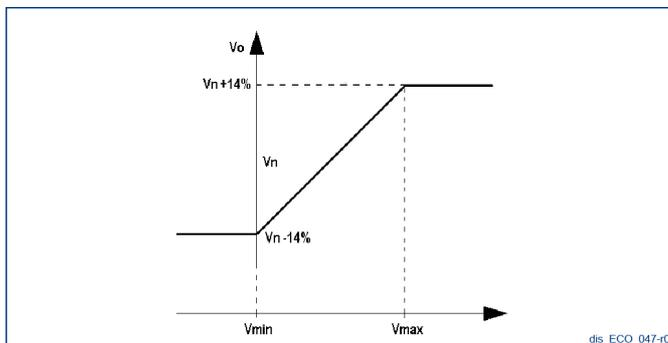

Рисунок 2: с насыщением выходного напряжения при достижении пределов входного напряжения.
- Поддерживать минимальное (или максимальное) доступное значение напряжения, рис. 2.